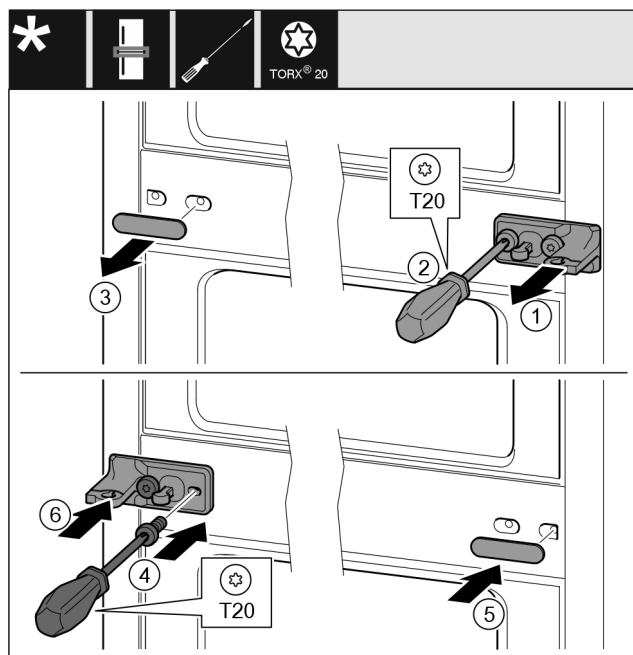

Fig. 38
- ▶ Sluitring Fig. 38 (1) wegnemen.
- ▶ Schroeven Fig. 38 (2) met een schroevendraaier er uit draaien.
- ▶ Afdekking Fig. 38 (3) voorzichtig wegtrekken.
- ▶ Lagerbok met folie Fig. 38 (4) 180° gedraaid aan de andere zijde goed vastschroeven.
- ▶ Afdekking Fig. 38 (5) 180° gedraaid op de andere zijde aanbrengen.
- ▶ Sluitring Fig. 38 (6) van voren af erop schuiven.